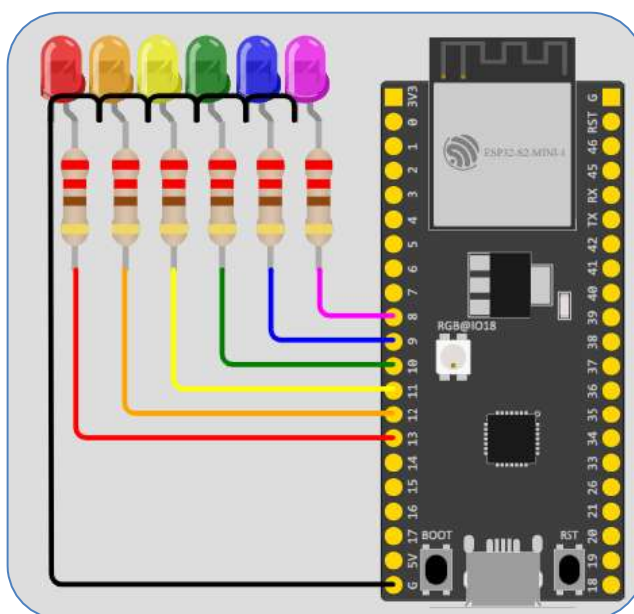

Рис. 1.24. Схема підключення світлодіодів до GPIO-портів мікроконтролера ESP32
- б. Оскільки, залежно від платформи, фізичне розташування портів введення-виведення та внутрішня топологія відрізняються – необхідно оновити схему на одну із наступних (рис. 1.24 – 1.26).